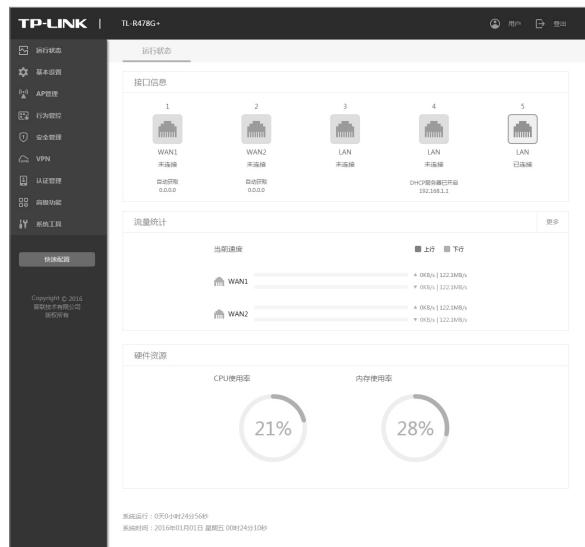

图4-8 路由器管理界面首页
9. 经过上述步骤即可成功登录路由器管理界面首页，如图4-8所示。点击左上角的本公司商标，您就可以很方便地访问本公司主页 (<http://www.tp-link.com.cn>)。点击页面左侧的主菜单栏即可进行相应功能的配置。